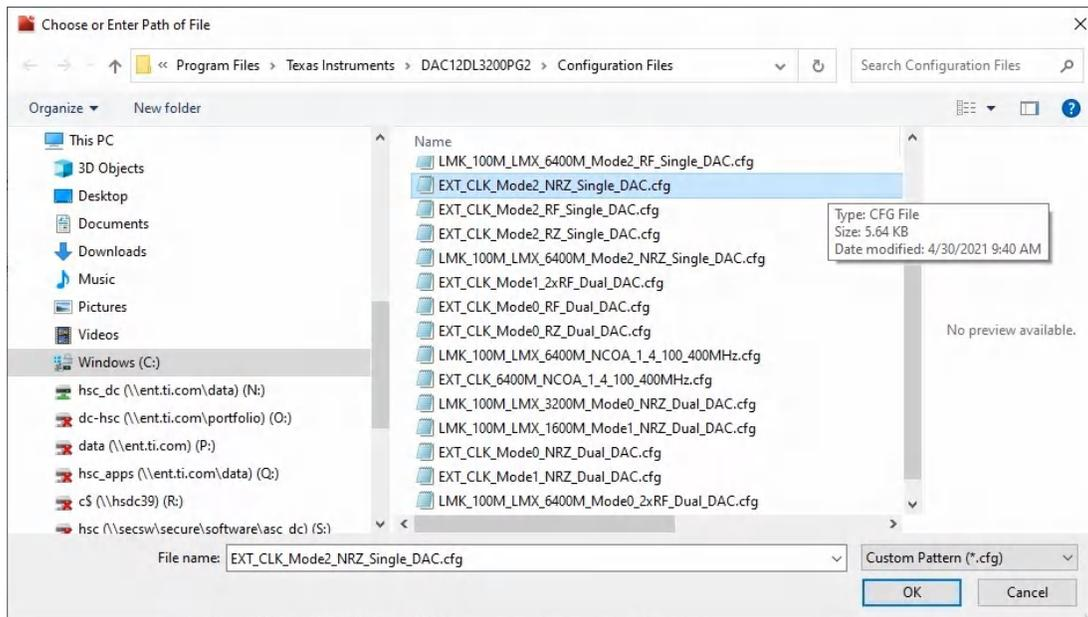

图 3-4. 选择配置文件
4. 单击 **File** (文件) 图标并导航到 “EXT_CLK_Mode2_NRZ_Single_DAC.cfg”，然后单击 **OK** (确定) 按钮以加载 LMK 和 DAC 寄存器，请参阅图 3-4。